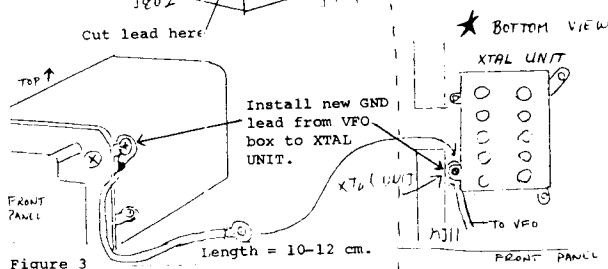

Figure 3
- 3) Riferirsi alla fig. 3, e collegare un nuovo filo di massa dal fianco del comparto VFO al terminale di massa sull'unità XTAL, immediatamente adiacente a MJ11